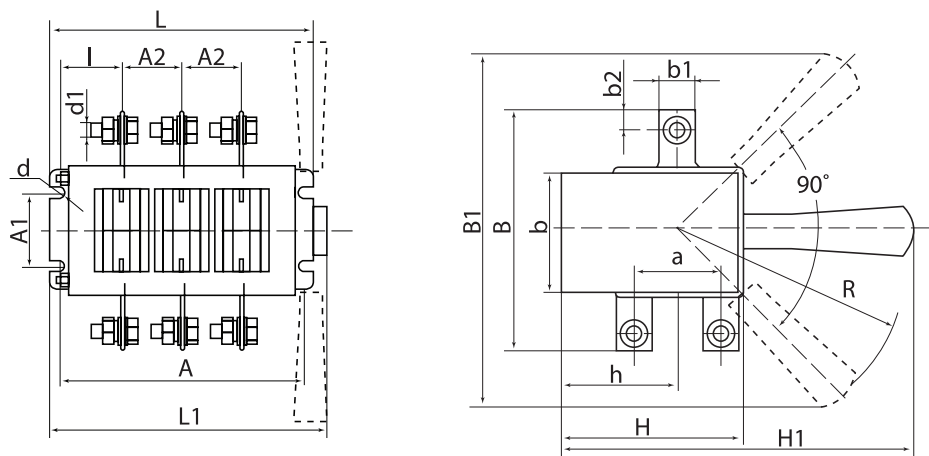

Рисунок 1. Выключатели-разъединители ВР32 с боковой рукояткой
3.6. Габаритные и установочные размеры выключателей-разъединителей приведены на рис. 1, 2 и таблице 2.